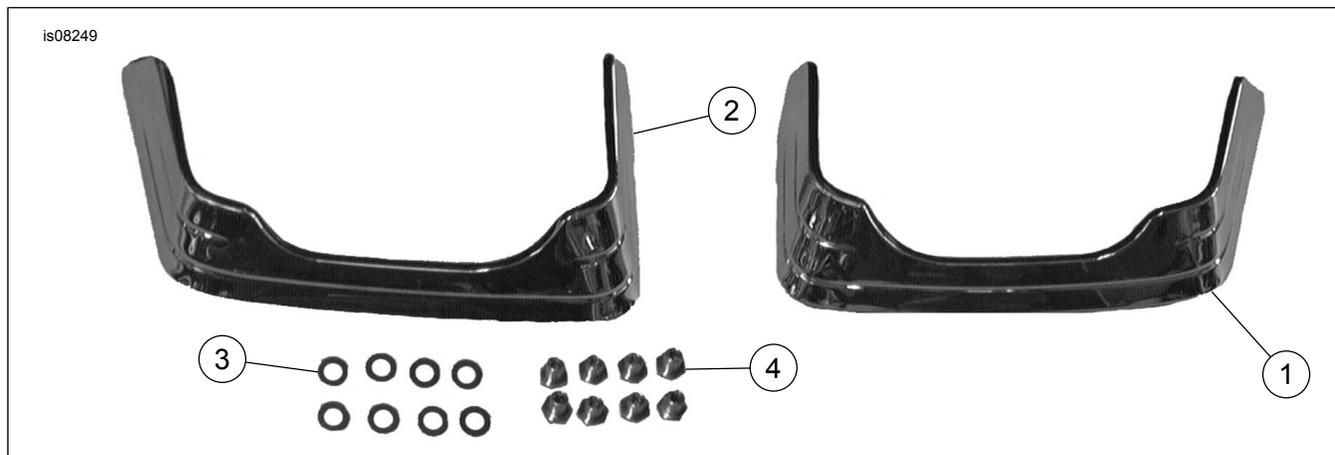

Figura 9. Parti di ricambio
Vedere Figura 9 e Tabella 1.
13. Vedere Figura 9. Procurarsi le rondelle di nylon e i dadi zigrinati in ottone dal kit. Premere la parte anteriore della punta d'ala contro il coperchio della borsa. Installare una rondella di nylon su un dado zigrinato di ottone e avvitare il dado su uno dei prigionieri interni. Ripetere con il secondo prigioniero interno. Per il momento, serrare a mano entrambi i dadi.